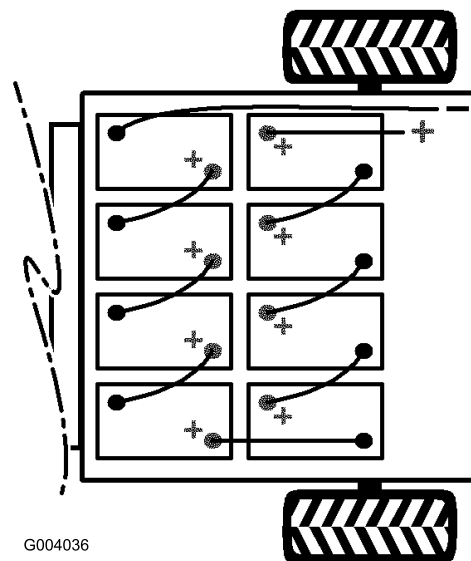

Figura 29
2. Desconecte del borne de la batería el cable negro largo (negativo) que va desde el banco de baterías al vehículo (Figura 29).
3. Desconecte del borne de la batería el cable rojo largo (positivo) que va desde el banco de baterías al vehículo (Figura 29).
Nota: Preste atención a la polaridad de las baterías al instalar las baterías nuevas (Figura 29).
9. Conecte las baterías entre sí con los cables retirados anteriormente, según se muestra en Figura 29.
10. Conecte el cable rojo largo (positivo) entre el banco de baterías y el vehículo (Figura 29).
11. Conecte el cable negro largo (negativo) entre el banco de baterías y el vehículo (Figura 29).